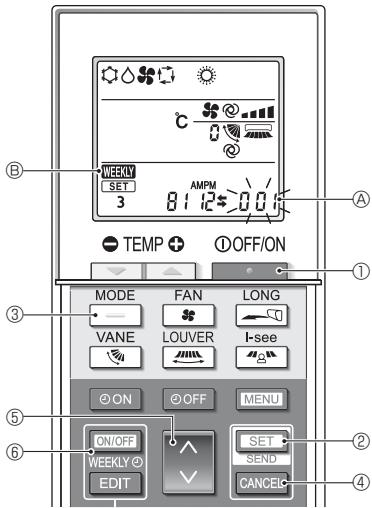

Fig. 4-12
4.12.8. Hur man stoppar arbetet i AUTO-läget (Fig. 4-12)
4. Färdigställ inställningarna (Fig. 4-12)